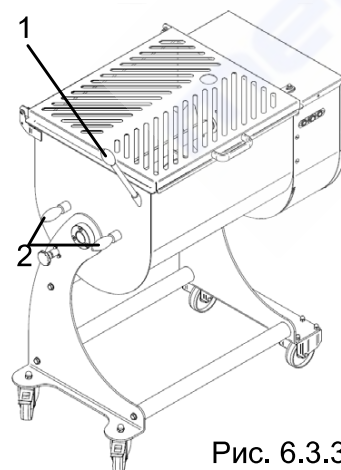
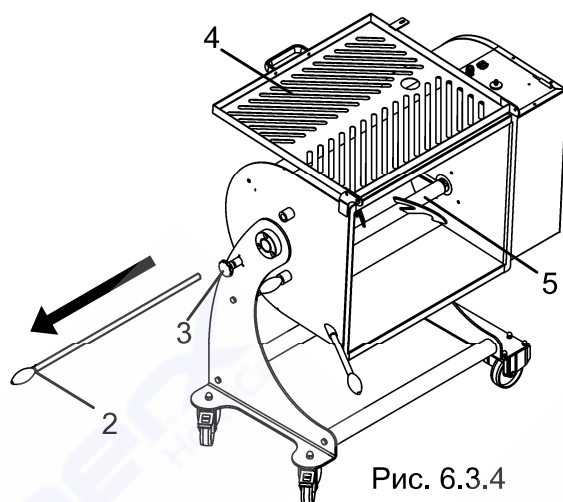

Рис. 6.3.3
Рис. 6.3.4
- Тримайте ванну горизонтально, взявшись за ручку штока нахилу «1» (рис. 6.3.3).
- Відчепіть та зніміть штифти, що фіксують лопаті «2» Рис. 6.3.3. та «2» Рис.6.3.4.
- Потягніть ручку блокування ванни «3», Рис. 6.3.4
- Після розблокування ви можете повертати ванну, потягнувши за шток нахилу «1» Рис. 6.3.3.
- Відкрийте решітку «4» (рис. 6.3.4) та продовжуйте зняття лопатей.
- Візьміть лопаті «5» окремо, як показано на рис. 6.3.4, та потягніть їх назовні, виймаючи з гнізда, кудивони вставлені.